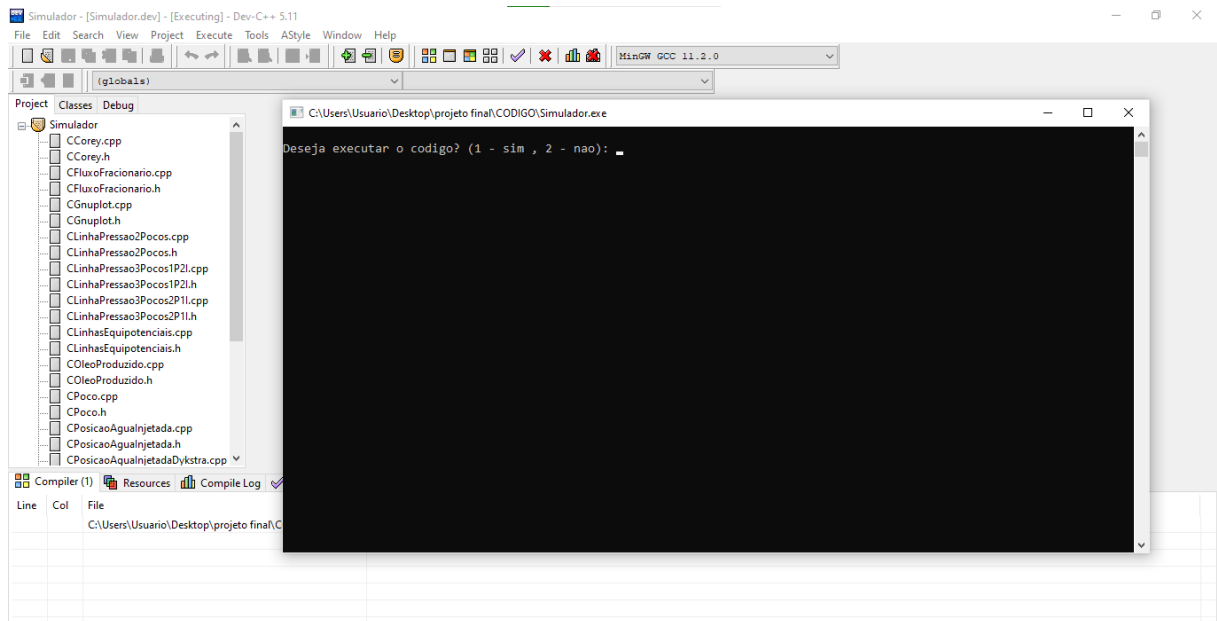

Figura 7.1: Inicialização do programa
- Primeiro passo é entrar no Arquivo Simulador para rodar o código. O código é executado no prompt de comando. Em seguida, é perguntado se deseja executar o programa (Figura 7.1);